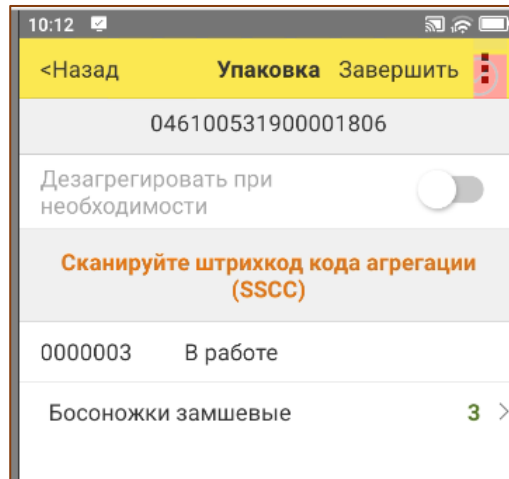

Рис. 7.5 - Сканирование КМ
4. Далее сканировать коды маркировки/коды упаковок, входящих в данную упаковку/короб/палету (Рис. 7.5);